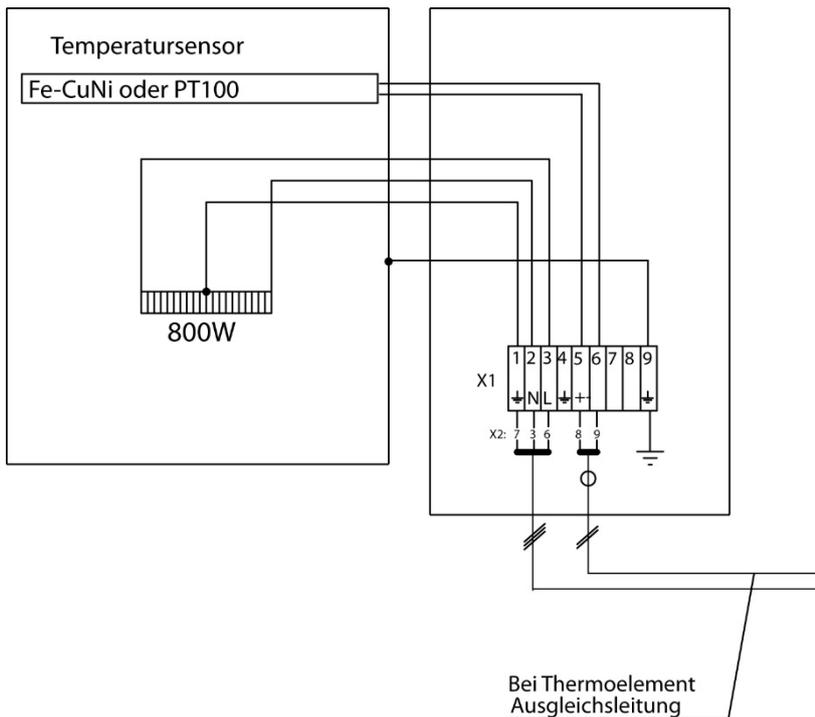

Abbildung 10 Elektrischer Anschluss eines externen Temperaturreglers z.B. 70304G
1. Deckel der Anschlussdose an der Gasentnahmesonde entfernen. Im Deckel befindet sich ebenfalls der abgebildete elektrische Anschlussplan (Abbildung 10).
Wird der Temperaturregler **70304G** als separate Einheit mitgeliefert, ist zusätzlich die Sonde entsprechend Abbildung 10 und der folgenden Punkte mit dem Regler zu verbinden: